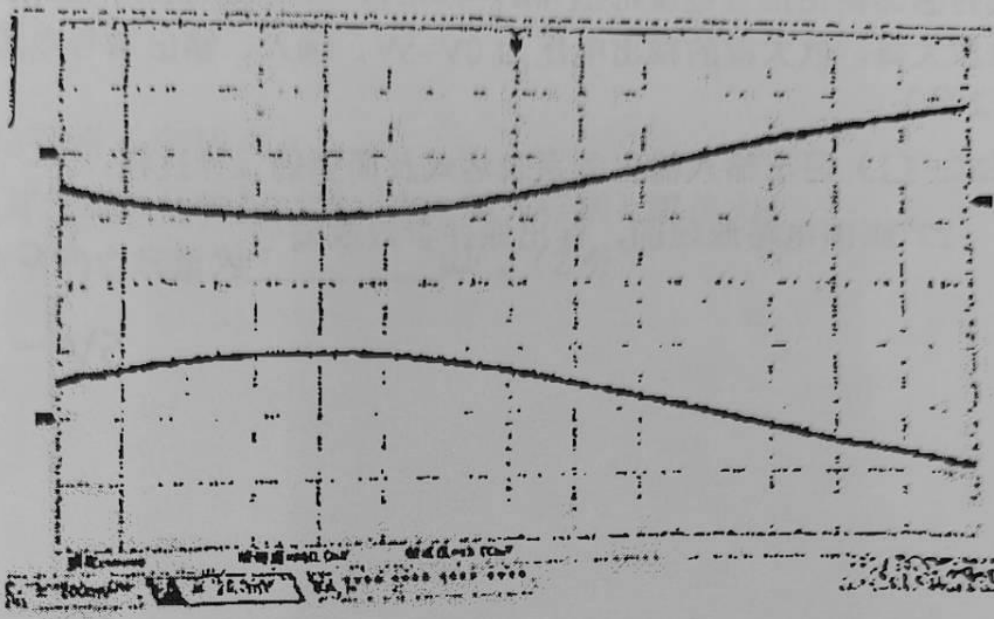
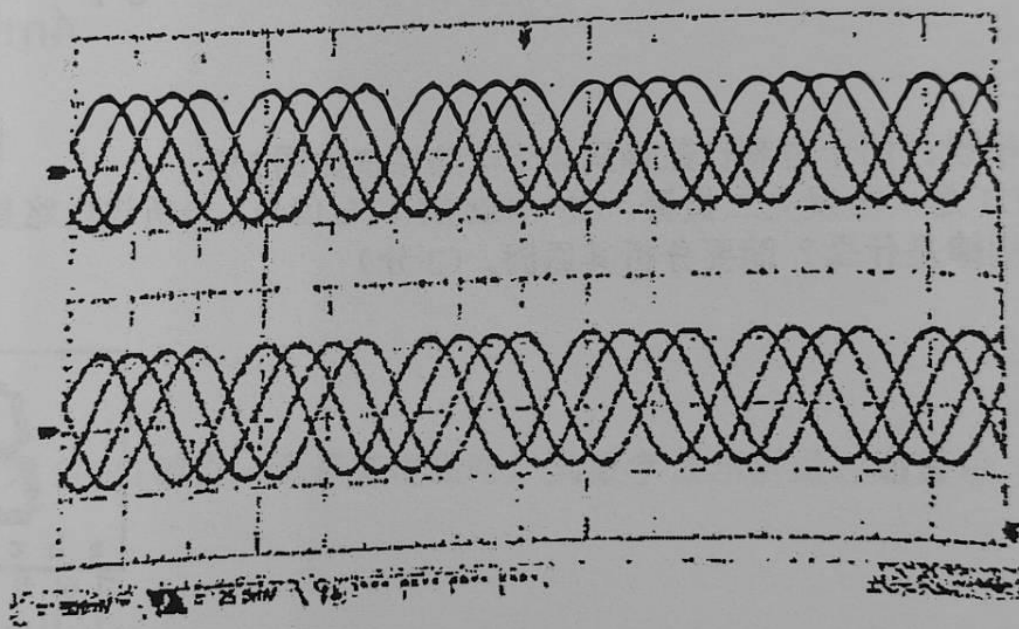

图 2a
图 2b
2、图 2a 和图 2b 是某同学在示波器上显示的波形，分析其原因并给出解决方法。(2 分)